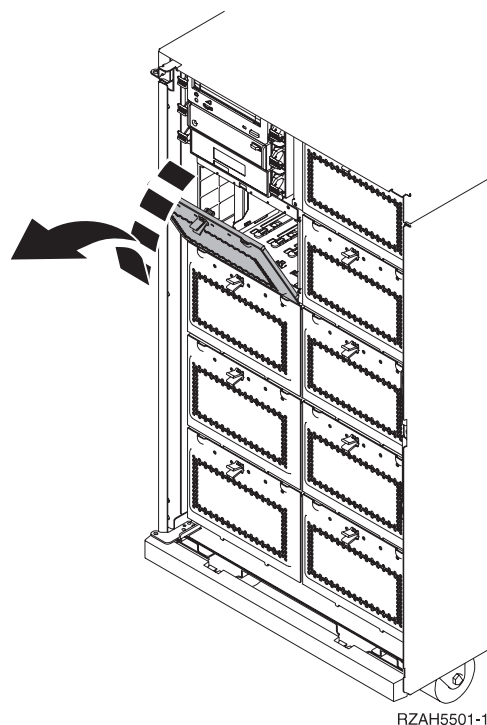

図 37. ディスク装置の筐体のシールドの取り外し
- __ 14. 図37を参照し、ディスク装置の筐体のシールドを取り外します。